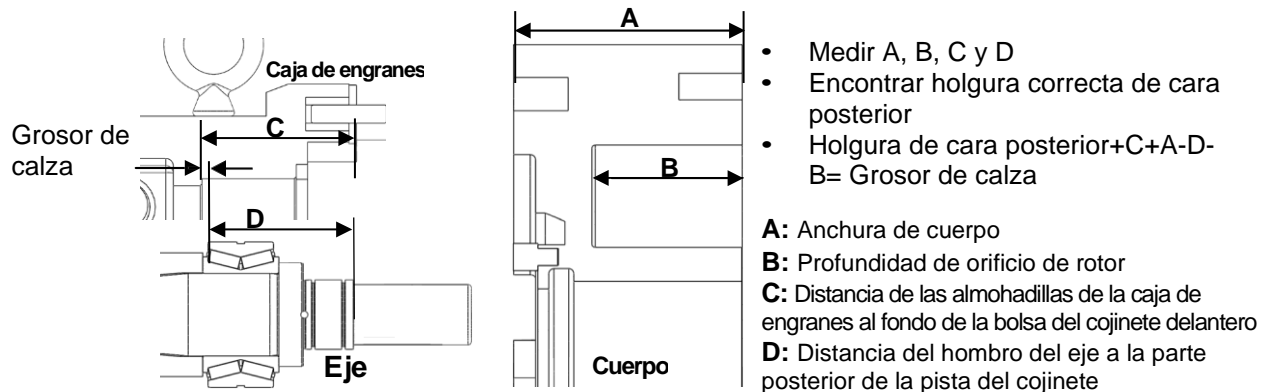

Figura 51: Calcular calzas
3) Las calzas ubicadas en el eje detrás del cojinete delantero controlan la holgura de la cara posterior de la bomba; el espacio entre el cuerpo y el rotor. Si no se sustituyen ni los ejes ni los cojinetes, utilice las calzas (si están correctamente marcadas) que se retiraron al desensamblar y reutilícelas asegurándose de que se instalen en los orificios correctos. Si se sustituyen los ejes o los cojinetes, es necesario un proceso de cálculo de las calzas requeridas. Use la Figura 51 y la siguiente ecuación para calcular. Para encontrar la holgura correcta de la cara posterior, vea la Tabla 8, página 33.